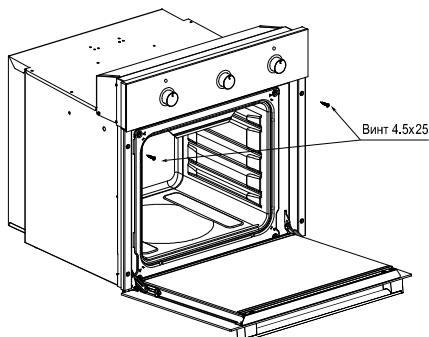

рис. 4
- Для устранения возможности случайного перемещения, духовой шкаф крепится к мебели двумя винтами с потайной головкой (см. рис. 4).